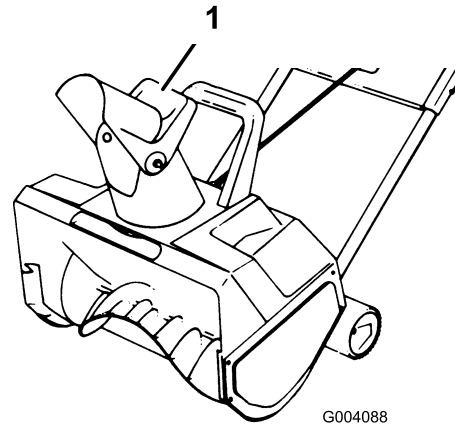

Bild 10
- Wenn Sie die Höhe des herausgeschleuderten Schnees einstellen möchten, heben Sie den Griff des Auswurfablenkblechs an oder senken es ab (Bild 10).